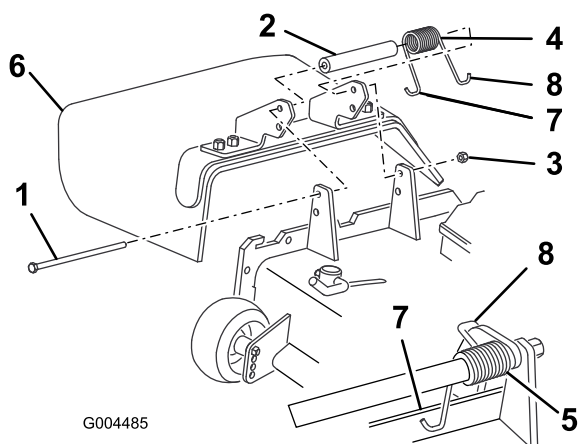

Figura 25
2. Retire la contratuerca, el perno, el muelle y el espaciador que sujetan el deflector a los soportes de pivote (Figura 25). Retire el deflector de hierba dañado o desgastado.
- Coloque el espaciador y el muelle entre los soportes del deflector de hierba nuevo (Figura 25). Coloque el gancho en J del extremo izquierdo del muelle detrás del reborde del cortacésped.
Nota: Asegúrese de colocar el gancho en J del extremo izquierdo del muelle detrás del reborde del cortacésped antes de instalar el perno, según se muestra en Figura 25.
- Instale el perno y la tuerca. Coloque el extremo derecho en J del muelle alrededor del deflector de hierba (Figura 25).